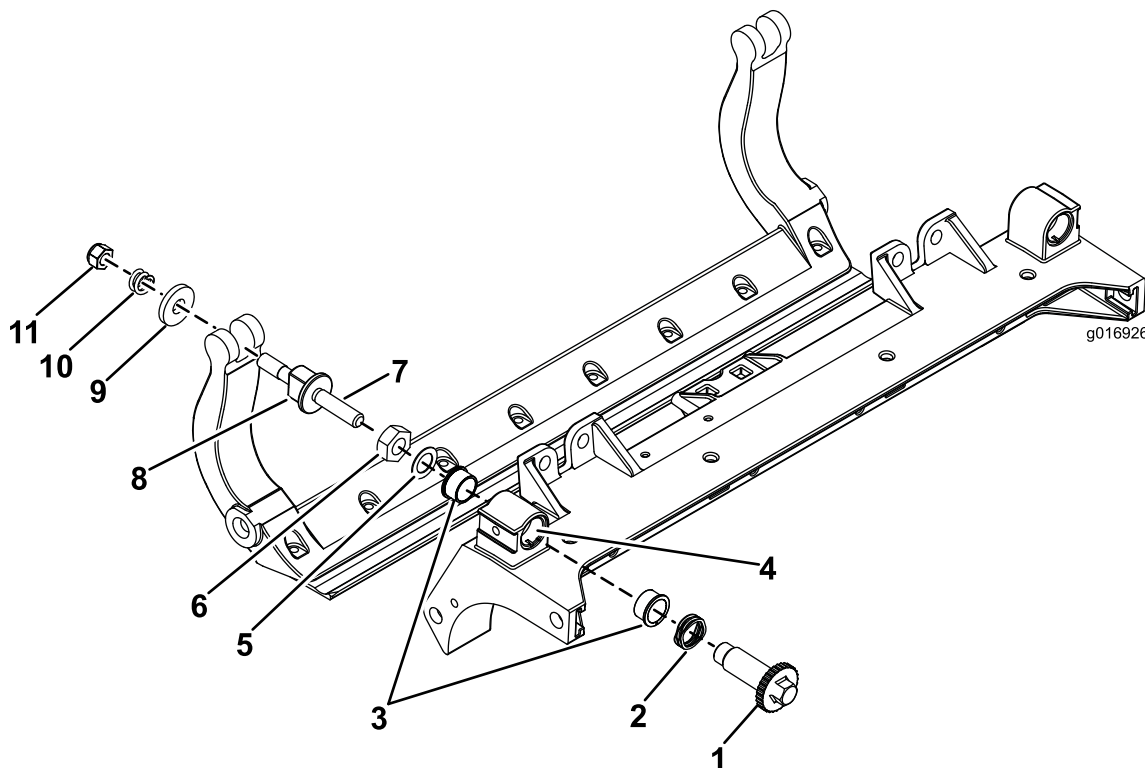

Figura 28
1. Retire todas as peças (consulte as *Instruções de instalação* do Kit DPA HD e do Figura 28).
2. Aplique Never Seize no interior da área dos casquilhos na estrutura central da unidade de corte (Figura 28).
3. Alinhe as chaves nos casquilhos das flanges com as ranhuras na estrutura e instale os casquilhos (Figura 28).
4. Instale uma anilha ondulada no veio do ajustador e deslize o veio do ajustador para os casquilhos da flange na estrutura da unidade de corte (Figura 28).
5. Prenda o veio ajustador com uma anilha plana e porca de bloqueio (Figura 28).
12. Coloque uma arruela de aço no exterior de cada uma das arruelas de nylon (Figura 28).
Nota: As arruelas podem ter uma folga interna (Figura 28).
15. Aperte a porca em cada conjunto de ajustador da barra de apoio até que a mola de compressão esteja totalmente comprimida e, em seguida, desaperte a porca 1/2 volta (Figura 28).